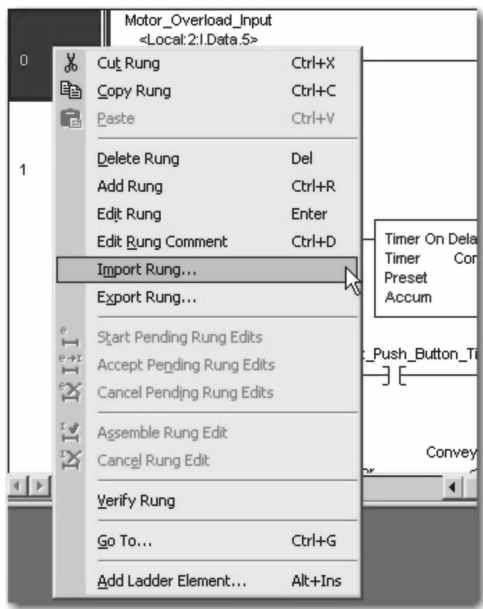

图 13-17 梯形图编辑器
18. 在梯形图编辑器中, 右键单击梯级 0, 并单击“导入梯级”(Import Rung), 如图 13-17 所示。